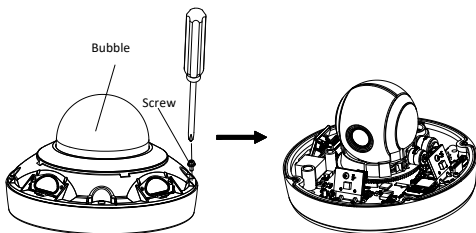

Abbildung 2-2 Abnehmen der Kuppel
2. Lösen Sie die Schrauben am Kameraboden mit dem Kreuzschraubendreher und entfernen Sie die Kuppel, wie in Abbildung 2-2 gezeigt.